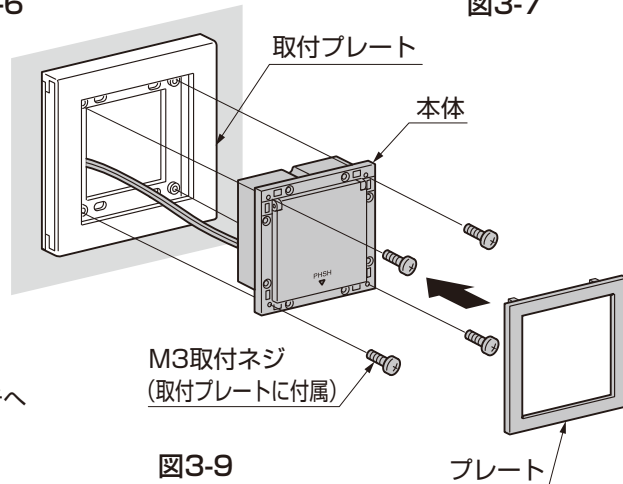

図3-9
⑦シークレットキー (テンキー) を「M3取付ネジ」で、取付プレートに固定してください。(図3-9参照)
⑧プレートをシークレットキー (テンキー) に取付けてください。(図3-9参照)
(2) 基本配置接続図